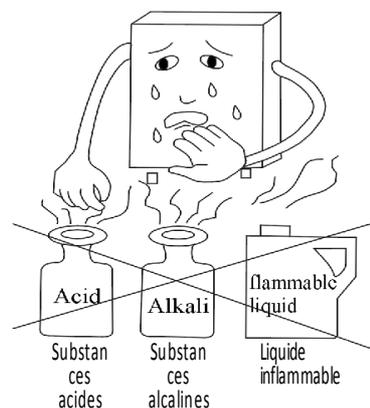

Fig. 18
- Ne pas déposer de substances inflammables, explosives ou volatiles à proximité du chauffe-eau. (Fig. 18)